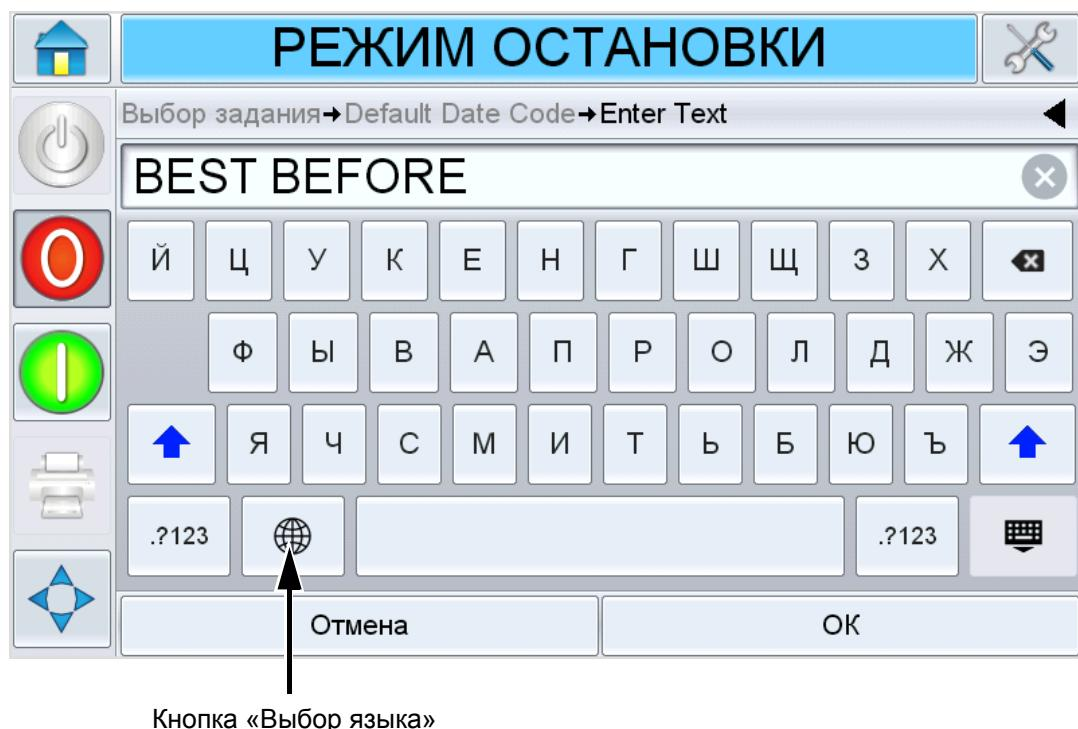

Рис. 6-6:Клавиатура по умолчанию
- b. Коснитесь кнопки выбора языка, чтобы выбрать доступные языковые настройки (см. Рисунок 6-6).